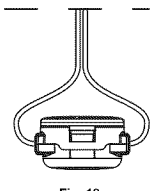

Fig. 18
L'accessoire de coupe Bump Head™ vous permet de donner du fil sans arrêter le moteur. Pour avoir plus de fil, tapez doucement l'accessoire de coupe sur le sol (Fig. 18) tout en faisant marcher la désherbeuse à haut régime.
- Prévoyez 3,2 m (10,5 pieds) de ligne de coupe. Poussez un bout de la ligne dans un des oeillets jusqu'à ce qu'elle ressorte par l'oeillet de l'autre côté. Continuez à pousser ou tirer sur la ligne jusqu'à ce que vous obteniez deux bouts d'environ 1,5 m (5 pieds) de chaque côté de la tête de coupe. (Fig. 18)